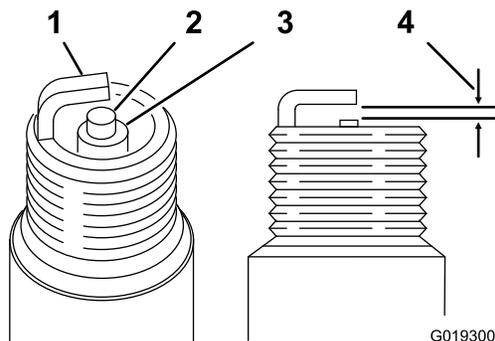

Figura 26
4. Inspeccione la bujía en busca de señales de desgaste y daños (Figura 26).
5. Compruebe la distancia entre los electrodos de la bujía con una galga. Si es necesario, ajuste la distancia entre los electrodos a 0.76 mm (0.030 pulgada) doblando con cuidado el electrodo de tierra (Figura 26).